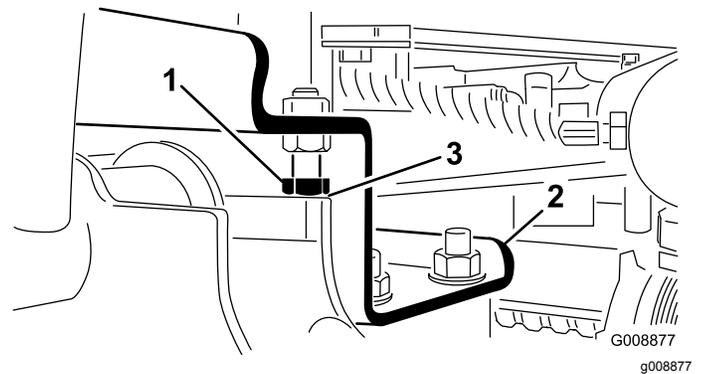

Figura 26
- A. Afloje los pernos de bloqueo y ajuste el cilindro para obtener la holgura necesaria (Figura 26).
- 2. Compruebe que la holgura entre cada brazo de elevación y el perno de tope es de 0,13 a 1,02 mm (**Figura 26**).